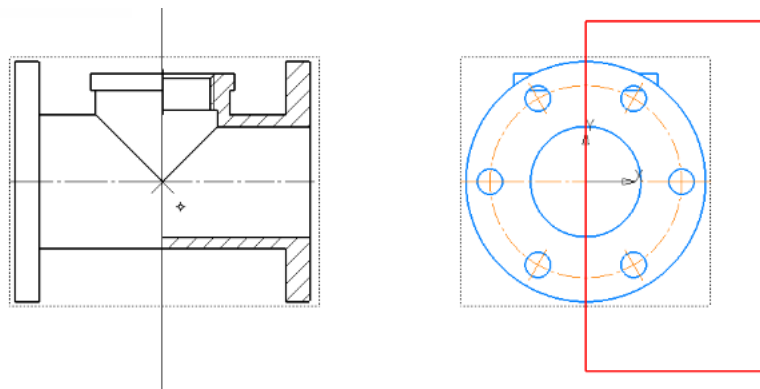
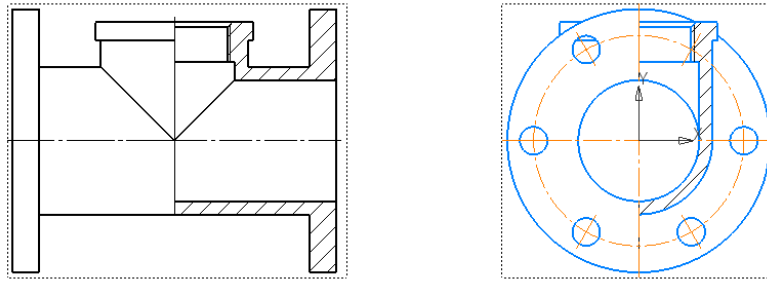

Рис. 22 Определение области местного разреза и положения секущей
Рис. 23 Фронтальный и профильный разрезы
- **Черчение – Геометрия – Прямоугольник по двум точкам** (рис. 22).
- **Черчение – Виды – Местный разрез** (см. рис. 22, рис. 23).